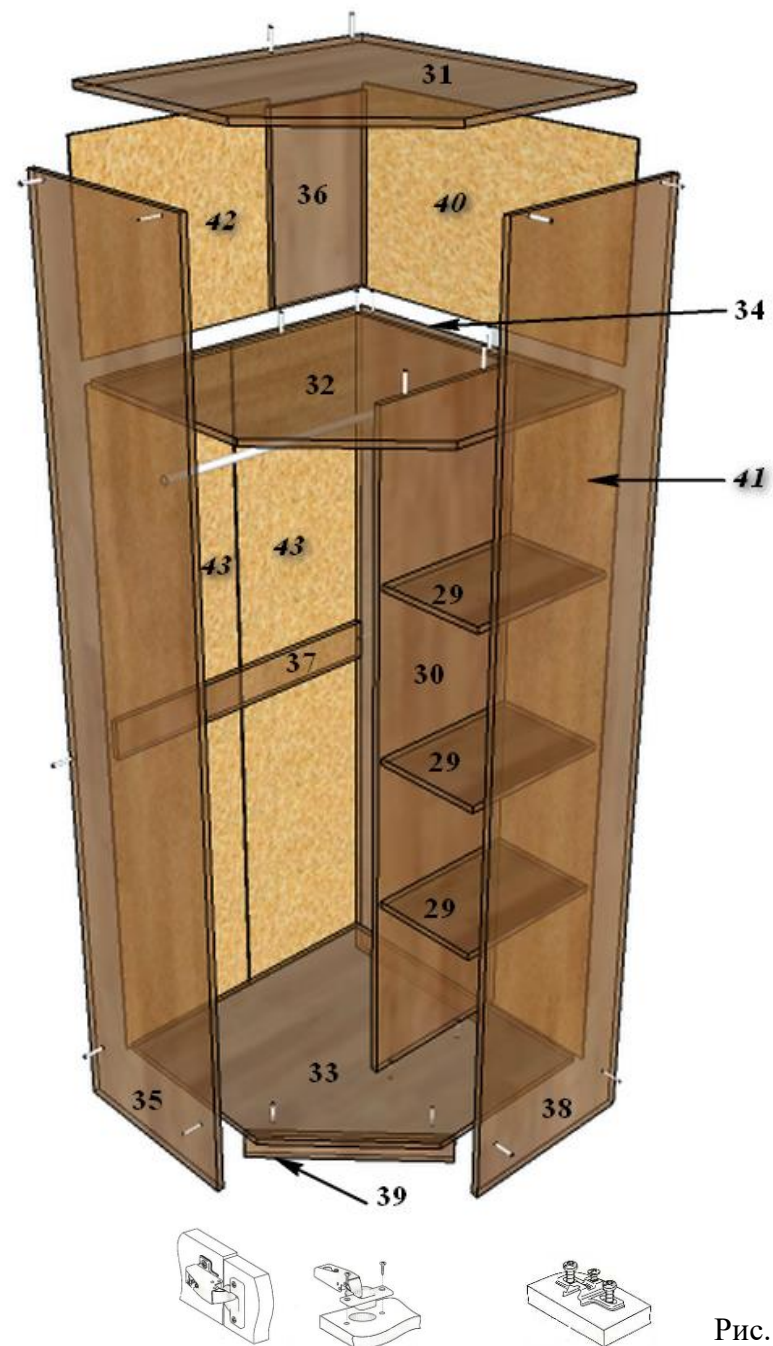

Рис.1
1.1. На стенки вертикальные (поз.35,38,34) прикрепите гвоздями подпятники. На стенку вертикальную (поз. 34,35) прикрепите штангодержатели на шуруп 4*16. На стенку вертикальную (поз. 35) установите ответные планки на шуруп 4*13(рис. 1), а на двери (поз.1,3) – петли на шуруп 4*13. На стенки вертикальные (поз. 30,38) установите полкодержатели.